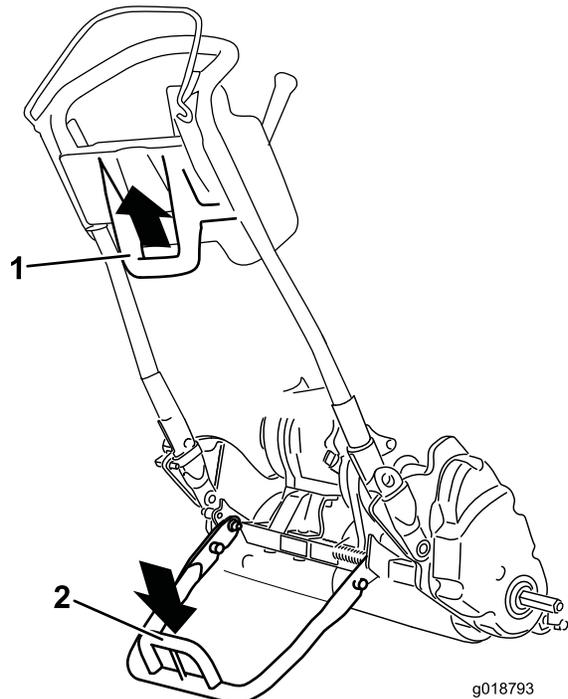

Figura 24
- Para utilizar el caballote para instalar las ruedas de transporte, bájelo al suelo y pise la barra del caballote, tirando del manillar inferior central de la máquina hacia arriba y hacia atrás (Figura 24).